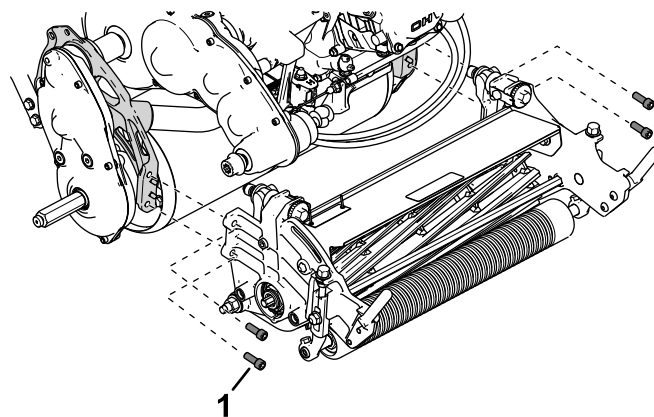

Рисунок 4
3. С помощью 4 винтов с головкой под торцевой ключ установите режущий блок на машину (Рисунок 4).